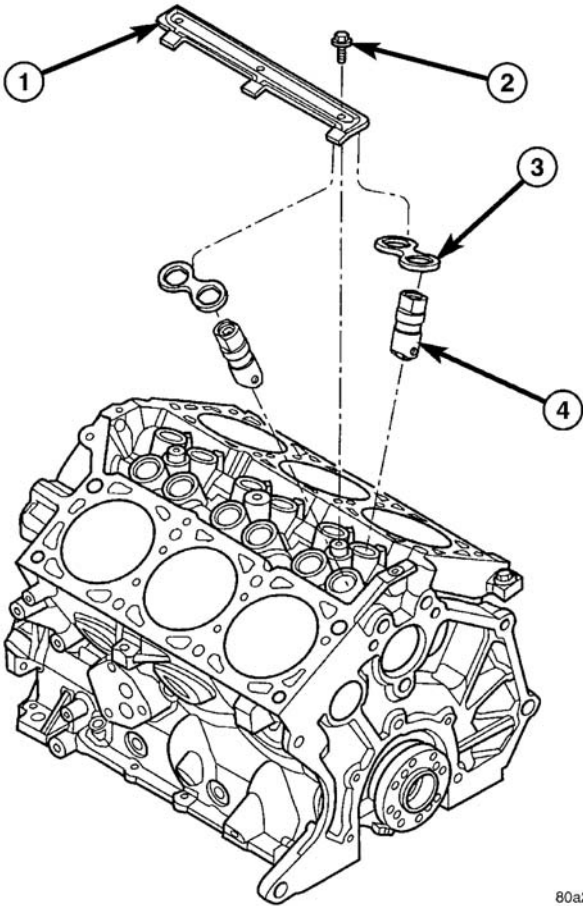

图 73 挺柱准直軛架和固定器
- （2）拆卸轴瓦紧固器并校正轴瓦（图 73）。
- （3）安装挺柱准直軛架（图 73）。
- （4）安装軛架固定器和拧紧螺丝至 12N · m（105in.lbs.）的扭矩（图 73）。